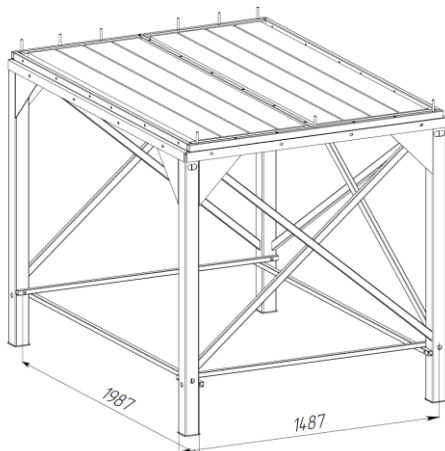

Рис. 1
1. На ровную поверхность устанавливается подставка под хранилище (поз. 1). Для укрепления конструкции ноги подставки скрепляются двумя короткими (L = 1487 мм) и двумя длинными (L = 1987 мм) перемычками (рис. 1). Соединение осуществляется при помощи болтов М10х45 (поз. 11).